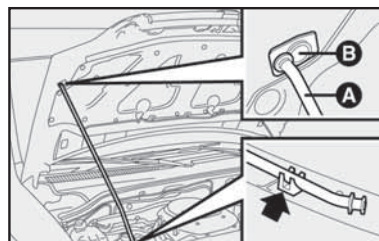

fig. 107
3) Levantar o capô segurando-o pela parte central e, simultaneamente, soltar a vareta de suporte **A**-fig. 107 do seu dispositivo de bloqueio.
1) Manter levantado o capô com uma mão e, com a outra, tirar a vareta **A-fig. 107** da abertura **B** e repô-la no seu dispositivo de bloqueio.